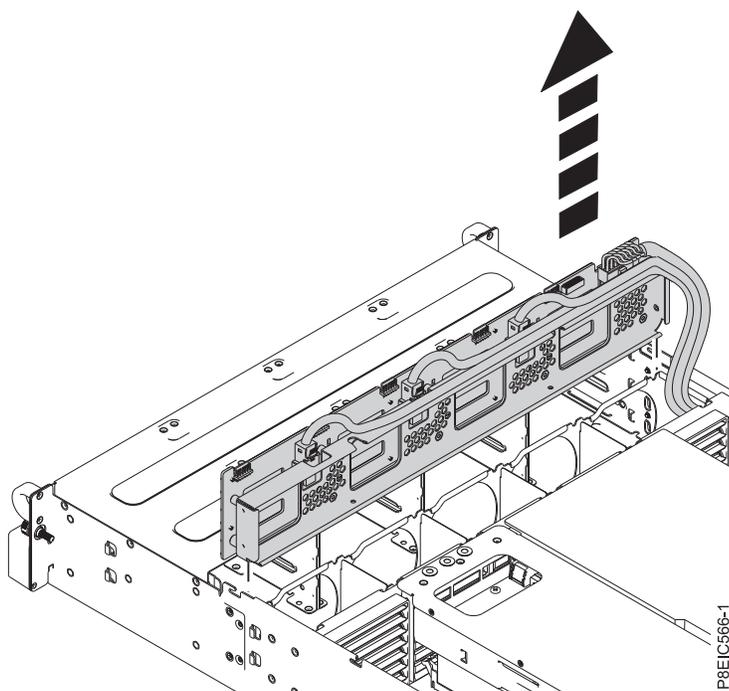

Figura 27. Removendo a painel traseiro da unidade de disco
9. Erga o painel traseiro da unidade de disco para fora do chassis, conforme mostrado na Figura 27 na página 26.